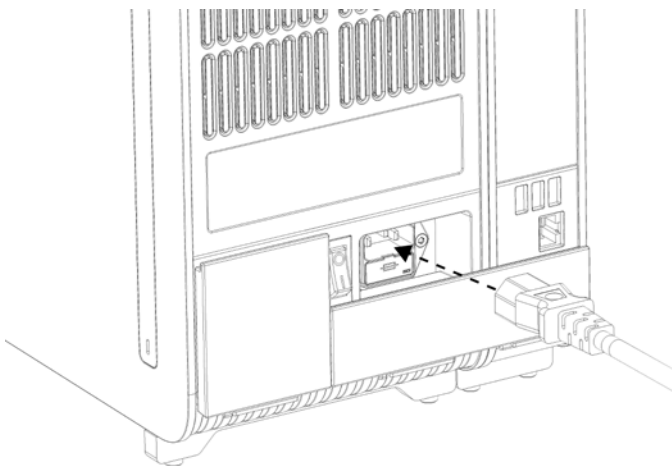

Abbildung 10: Anschließen des Netzkabels
7. Schließen Sie das mit dem QIAstat-Dx Analyzer 1.0 gelieferte Netzkabel an der Rückseite des Analysemoduls an (Abbildung 10).